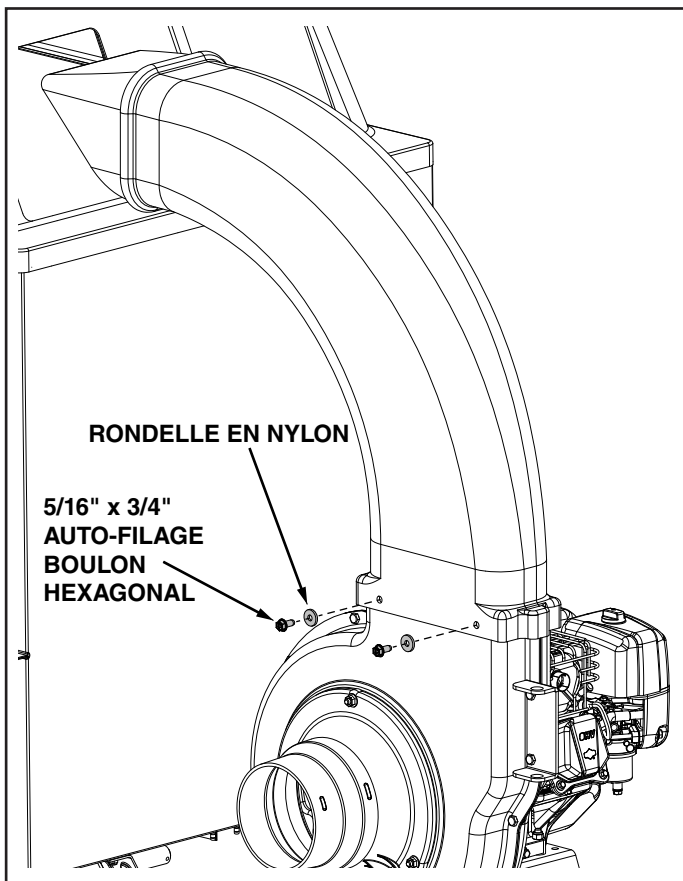

FIGURE 8
11. Assemblez le coude au boîtier de la turbine à l'aide de quatre boulons hexagonaux autotaraudeurs de 5/16" x 3/4" et de quatre rondelles en nylon. Poussez tout en tournant pour aider à insérer les boulons dans les trous non filetés. Serrez. Voir la figure 8.